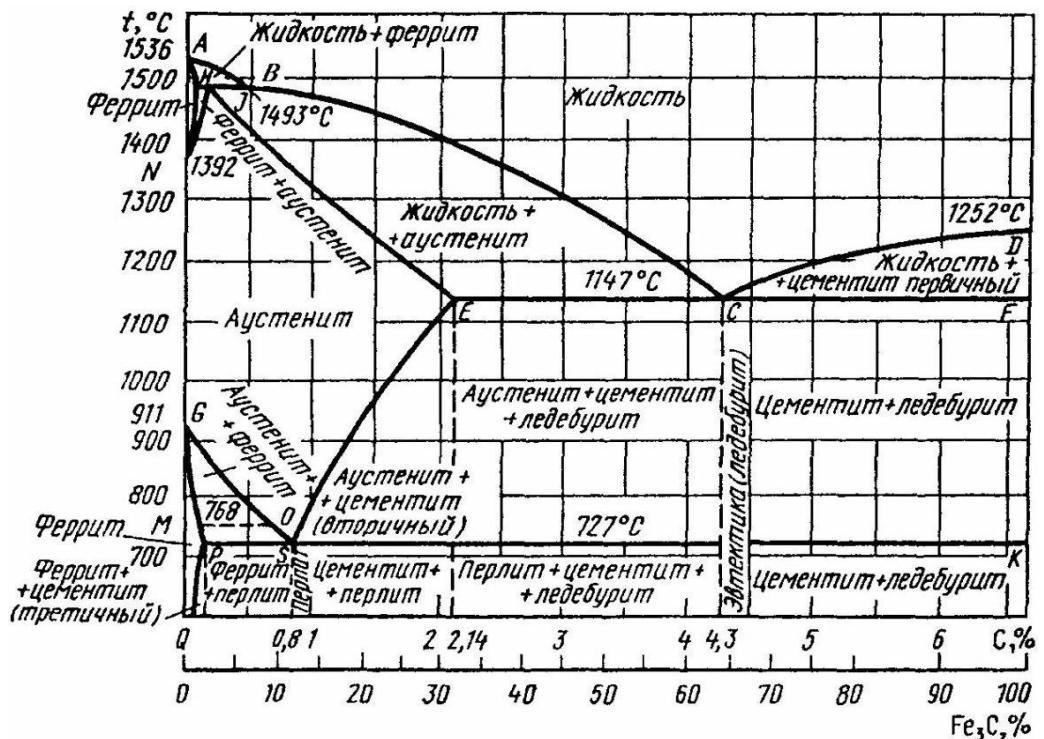

Рисунок 7 – Диаграмма состояния системы железо-углерод (железо-цементит)
74. Полосы свинца были деформированы при комнатной температуре на различную степень деформации: 10, 20, 40 и 60 %. После прокатки твердость (HB) всех полос свинца оказалась практически одинаковой. Объясните, почему свинец не упрочнился?
76. Вычертите диаграмму состояния системы железо-углерод (железо-цементит) (рисунок 7). Укажите структурные составляющие во всех областях диаграммы. Постройте кривую охлаждения (с применением правила фаз) и опишите превращения от жидкого состояния до нормальной температуры для сплава, содержащего 0,15 % С. Укажите структуру сплава при комнатной температуре, назовите сплав.